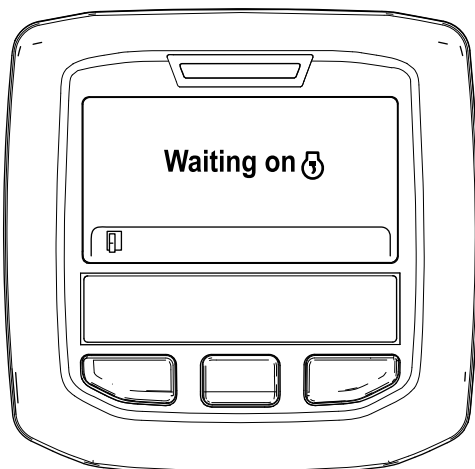

Рисунок 53
- В. Появится сообщение «Waiting on » («Ожидание») (Рисунок 53).